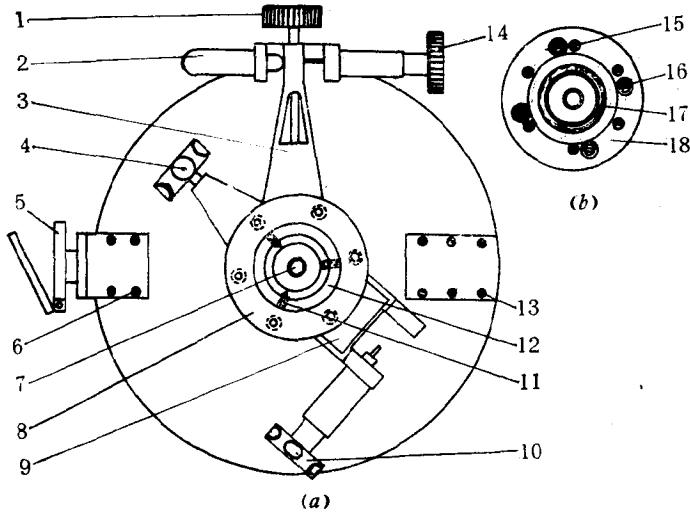
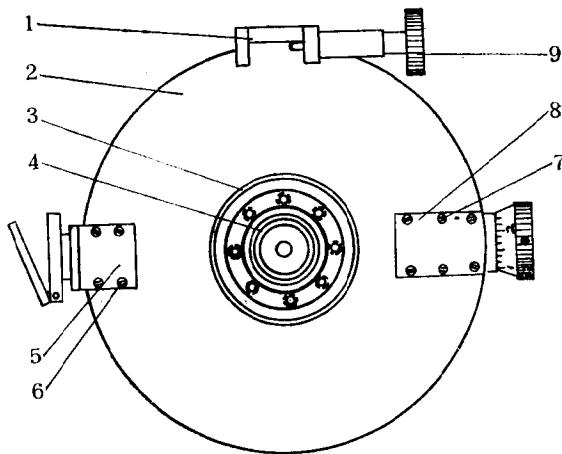

图 1-7 (a) 移去基座后的仪器底部结构图
图 1-8 取下照准部制微动架座后的结构图
1) 旋去竖轴轴底螺母的三个紧定螺钉(图1-7(a)之11)，将轴底螺母(图1-7(a)之12)旋下，并取下竖轴外轴套(图1-7(a)之8)，此时就可以见到图1-7(b)所示情况。
2) 旋去照准部微动螺旋弹簧座(图1-7(a)之2)，旋去照准部轴的一个限位螺钉(图1-2(a)之25)，这个螺钉是装在照准部轴限位槽中的瓦片孔(图1-13之5)内。在安装时，必须转动照准部，从限位螺钉孔中正确地对准瓦片孔后装入，如果上下不能对准，可适当放松竖轴轴底螺母后，上下移动水平度盘轴套解决之。再旋去照准部制微动架座的四个紧固螺钉(图1-7(b)之16)，将照准部制微动架座取下，此时可以将照准部的制微动架(图1-7(a)之3)和制动片取出。图1-8所示系取下照准部制微动架座后的情况。
3) 要拆卸水平度盘制微动架(图1-7(a)之9)，则旋去其压圈的六个紧固螺钉(图1-7(b)之15)，将压圈(图1-7(b)之18)取下，就可以将水平度盘制微动架和制动片取出。但需注意：这制微动架的制动片比照准部制微动架的制动片小，如果二者装错，就会影响下盘的转动。
1) 要拆卸照准部的制微动架(图1-8之1), 则必须将安平水准器(图1-11之6)取下。其拆卸方法: 从安平水准器管左端轴孔中旋去其球形轴钮的张紧螺钉(图1-15之11), 并旋去右端水准器的一个校正螺母(图1-2(b)之58), 就可以将安平水准器(图1-2(b)之49)取下, 并取下两个球型垫圈(图1-16之8)。
此时就可以旋去照准部制微动架的四个紧固螺钉（图1-12（a）之10），将照准部制微动架（图1-8之1）取下，在此架下面有一个度盘揩擦孔（图1-10之1）。但从此处揩擦并不方便，最好移去水平度盘副象照准棱镜座（图1-12（a）之5）后，从透光孔中进行。
2) 旋去水平度盘盒侧面的六个紧固螺钉（图1-2（a）之15），用刀片去掉接缝处的油灰，将度盘盒护盖（图1-8之2）轻轻撬出，就可以将水平度盘连同轴套向外拔出，并取下照准部轴限位槽内的一个铜瓦片（图1-13之4）。图1-9所示系取下的水平度盘轴套。图1-10系取下水平度盘轴套后的照准部轴底部结构图。